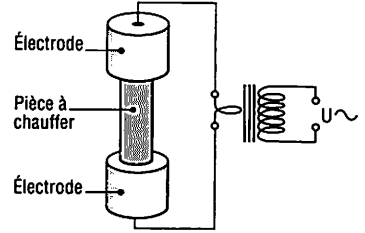

Fig. 3 : Chauffage direct par conduction.
- réchauffage de billettes d'acier (fig. 3) ;